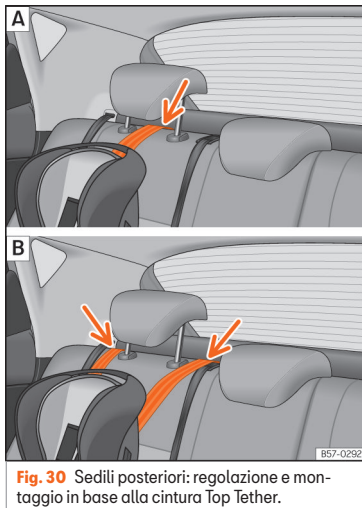

Fig. 30 Sedili posteriori: regolazione e montaggio in base alla cintura Top Tether.
- Posizionare la cinghia sotto il poggiatesta del sedile posteriore »» fig. 30 (in base alle istruzioni dello seggiolino stesso, alzare o rimuovere il poggiatesta, se necessario).